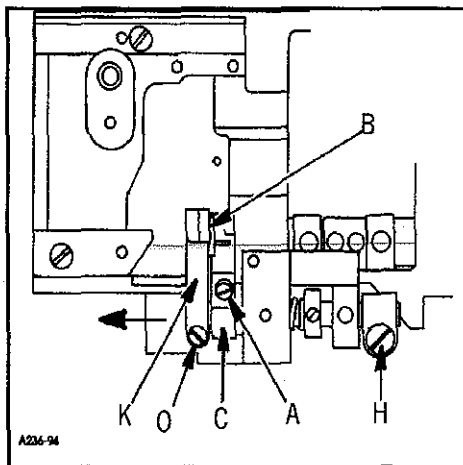
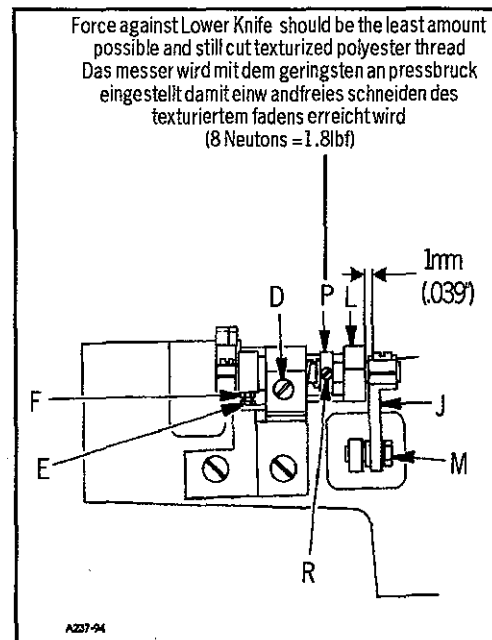
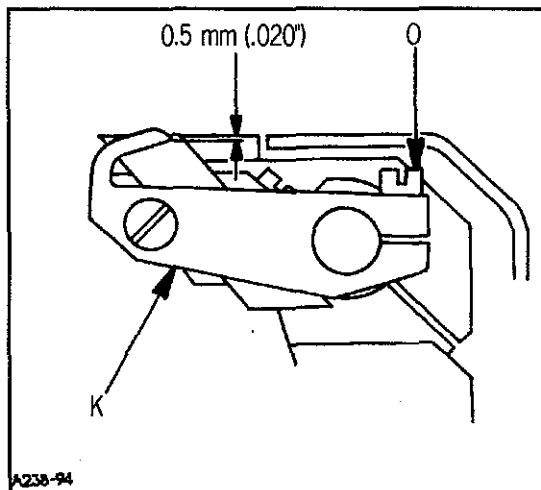

FIG. 1
FIG. 2
FIG. 3
Swing the front cloth plate to the front. Loosen screw (A, Fig. 1) in lower knife holder (C) and move lower knife (B) up or down until its cutting edge is parallel and flush with throat plate top surface. Retighten screw (A).
**Note:** Lower knife holder (C, Fig. 1) is set at the factory so that the cutting edge of the lower knife is parallel with the top surface of throat plate. When replacing the lower knife holder set as follows: Loosen screw (D, Fig. 2), and turn lower knife holder (C, Fig. 1), until the cutting edge of lower knife is parallel with top surface of throat plate. Retighten screw (D, Fig. 2). Secure this setting by tightening stop screw (E, Fig. 2) and lock nut (F) in lower knife holder.
Loosen screw (D, Fig. 2) and align width of trim to the left needle by moving lower knife holder (C, Fig. 1) laterally. If this adjustment is obstructed by rocker lever (J, Fig. 2), loosen screw (H, Fig. 1) and move rocker lever (J, Fig. 2) to the right until there is approximately 1 mm space between rocker lever (J, Fig. 2) and the housing of undertrimmer (L, Fig. 2). Secure setting of undertrimmer by retightening screw (D, Fig. 2). Then check if upper knife lever (K, Fig. 1) can be moved approximately 1 mm in direction of the arrow (see Fig. 1).
Schwenken Sie die vordere Stoffplatte nach vorne. Lösen Sie die Schraube (A, Fig. 1) im Unter Messerhalter (C) und bewegen Sie das Messer nach oben oder unten bis die Messerschneide parallel und auf gleicher Höhe mit der Stichplatten Oberfläche steht.
**Beachten Sie:** Der Untermesserhalter (C, Fig. 1) wird im Werk so eingestellt, daß das Untermesser parallel mit der Oberfläche der Stichplatte ist. Beim Auswechseln des unteren Messerhalters gegen einen neuen: Lösen Sie Schraube (D, Fig. 2) und drehen Sie den Untermesserhalter soweit bis er parallel mit der Oberfläche der Stichplatte ist. Ziehen Sie die Schraube (D, Fig. 2) wieder an. Sichern Sie diese Einstellung durch Anziehen der Anschlagsschraube (E, Fig. 2) und der Kontermutter (F) im unteren Messerhalter.
Lösen Sie die Schraube (D, Fig. 2) und stellen Sie die Breite des Abschnitts zur linken Nadel ein durch seitliches Verschieben des unteren Messerhalters. Sollte diese Einstellung durch den Schwinghebel (J, Fig. 2) begrenzt werden, lösen Sie Schraube (H, Fig. 1) und verschieben Sie den Schwinghebel (J, Fig. 2) nach rechts bis noch ca. 1mm Abstand zwischen Schwinghebel (J, Fig. 2) und dem Gehäuse des Abschneiders (L, Fig. 2) verbleibt. Sichern Sie diese Position durch Anziehen der Schraube (D, Fig. 2) dann schauen Sie nach ob sich der Messerhebel (K, Fig. 1) ungefähr 1mm in Pfeilrichtung bewegen läßt.
Loosen nut (M, Fig. 2) and center the link (N, Fig. 4) in rocker lever (J, Fig. 4). Retighten nut (M, Fig. 2) and by rotating handwheel move upper knife in lowest position. Loosen screw (O, Fig. 3) and swing upper knife lever (K, Fig. 3) up or down until the cutting edges of upper knife and lower knife overlap by approximately 0.5 mm (.020 in) (see Fig. 3). Retighten screw (O, Fig. 3). Check by rotating handwheel if the upper knife moves freely.
Adjust the lateral knife pressure the least amount possible and still maintain cutting (8 Neutons = 1.8 lbf), wooly or texturized polyester thread by moving collar (P, Fig. 2). Loosening screw (R, Fig. 2) and then moving collar (P, Fig. 2) to the left increases the cutting pressure; moving collar (P, Fig. 2) to the right decreases the cutting pressure.
To adjust the shear angle loosen screws (O and H, Fig. 1). Set shaft (S, Fig. 4) so that mark (Q, Fig. 4) on the shaft and mark (T, Fig. 4) on the housing of undertrimmer are lined up.
Turning shaft (S, Fig. 4) in direction of arrow increases the shear angle, turning it against direction of arrow decreases the shear angle. Retighten screws (O and H, Fig. 1) and check knives for proper trimming with wooly or texturized polyester thread. Make sure that the settings described in paragraph "SETTING THE UPPER KNIFE" are maintained.
Lösen Sie die Mutter (M, Fig. 2) und mitteln Sie das Verbindungsgelenk (N, Fig. 4) im Schwinghebel (J, Fig. 4) aus. Ziehen Sie die Mutter wieder an und bringen Sie durch drehen des Handrades das Ober Messer in die unterste Stellung. Lösen Sie die Schraube (O, Fig. 3) und schwenken Sie den Obermesser Träger (K, Fig. 3) nach oben oder unten bis sich die Schneiden von Ober- und Untermesser etwa 0.5mm (.020 in) siehe Fig. 3. überschneiden. Ziehen Sie die Schraube wieder an (O, Fig. 3). Prüfen Sie durch drehen am Handrad ob sich das Obermesser frei bewegt.
Der seitliche Messerdruck wird mit geringstem anpressdruck eingestellt (8 Neutons = 1.8 lbf) damit einwandfreies schneidender wolle (bausch garn) oder des texturierten fadens (polyester) erreicht werden kann wird durch verschieben des Stellrings (P, Fig. 2) eingestellt. Lösen Sie die Schraube (R, Fig. 2) und durch vorschieben des Stellrings nach links erhöht den Schneiddruck, verschieben des Stellrings (P, Fig. 2) nach rechts verringert den Schneiddruck.
Zur Einstellung des Scherwinkel lösen Sie die Schrauben (O + H Fig. 1) stellen Sie die Welle (S, Fig. 4) so ein, daß sich die Markierung (Q, Fig. 4) auf der Welle und die Markierung am Gehäuse gegen über steht.
Drehen der Welle (S, Fig. 4) in Pfeilrichtung vergrößert den Scherwinkel, drehen in entgegengesetzter Richtung verkleinert ihn. Ziehen Sie die Schrauben wieder an (O + H) Fig. 1 und testen Sie die Messer auf einwandfreies Schneiden mit Wolle oder Texturierter faden (Bausch Garn). Beachten Sie, daß die im Abschnitt "EINSTELLUNG DES OBERMESSERS" beschriebenen Einstellungen erhalten bleiben.